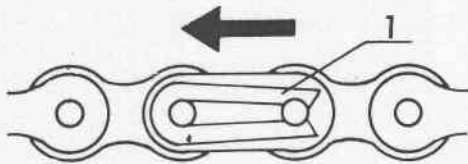

Fig. 19 - Dispositif d'arrêt
- Utilisez des pinces pour enlever le dispositif d'arrêt (1 Fig. 19) et sortez la chaîne après avoir enlevé le maillon de jonction.
- Remontez la chaîne en ayant soin d'insérer le dispositif d'arrêt (Fig. 19).
Pour la remonter, effectuez les opérations ci-dessus en sens inverse tout en ayant soin de remonter le dispositif d'arrêt selon la position indiquée à la page 14 (Fig. 19).